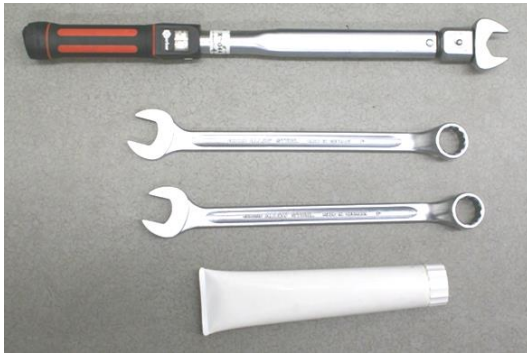

Bild 1
- Benötigtes Werkzeug und Hilfsmitteln siehe Bild 1.